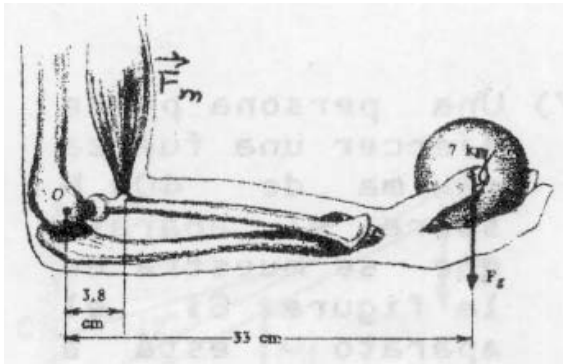

Figura 6.20 Problemas 6.17 y 6.18
- 6.17 El antebrazo de la figura 6.20, está con respecto al brazo a 90° y sostiene en la mano un cuerpo de peso 70 N. Despreciando al peso del antebrazo: ¿Cuál es el torque producido por el peso de 70N alrededor de la articulación del codo (punto O)? ¿Cuál es el torque alrededor de O producido